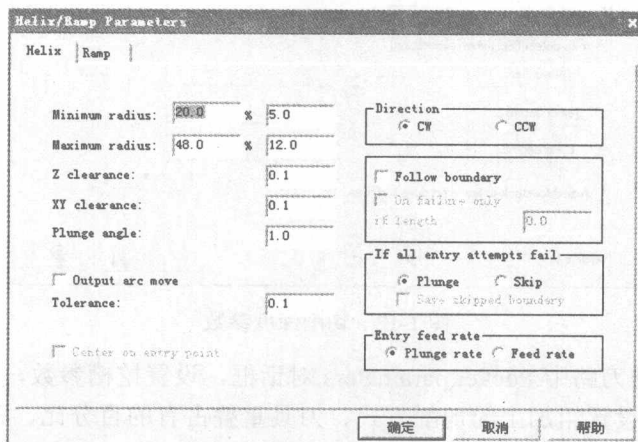

图 1-11 螺旋下刀参数
⑥ 在前模型腔的内部下刀，点选 **Entry-Helix**，设置螺旋下刀，如图 1-11 所示。参数框中的参数，如下所述。